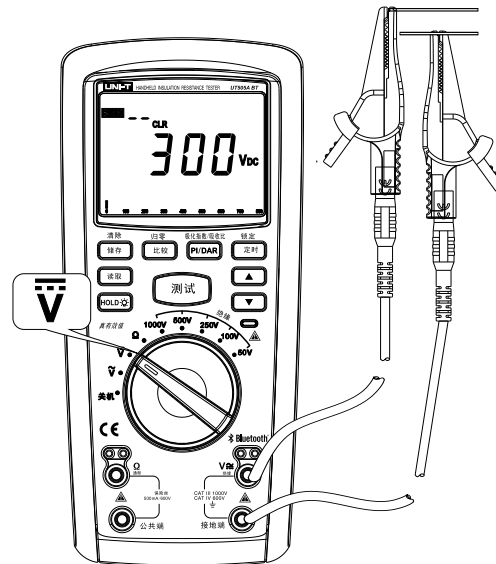

图5
2、直流电压测量（见图5）
- ① 将红色表笔插入“V \approx ”插孔（红色孔），黑色表笔插入“接地端”插孔（黑色孔）。
- ② 将转盘开关旋转至“ \bar{V} ”档位，并将表笔并联到待测电源或者负载两端上。
- ③ 从显示屏上即可读出当前的直流电压测量值。
- ④ 在测量过程中如果想保存测量电压值只需按下“储存”按钮即可保存。